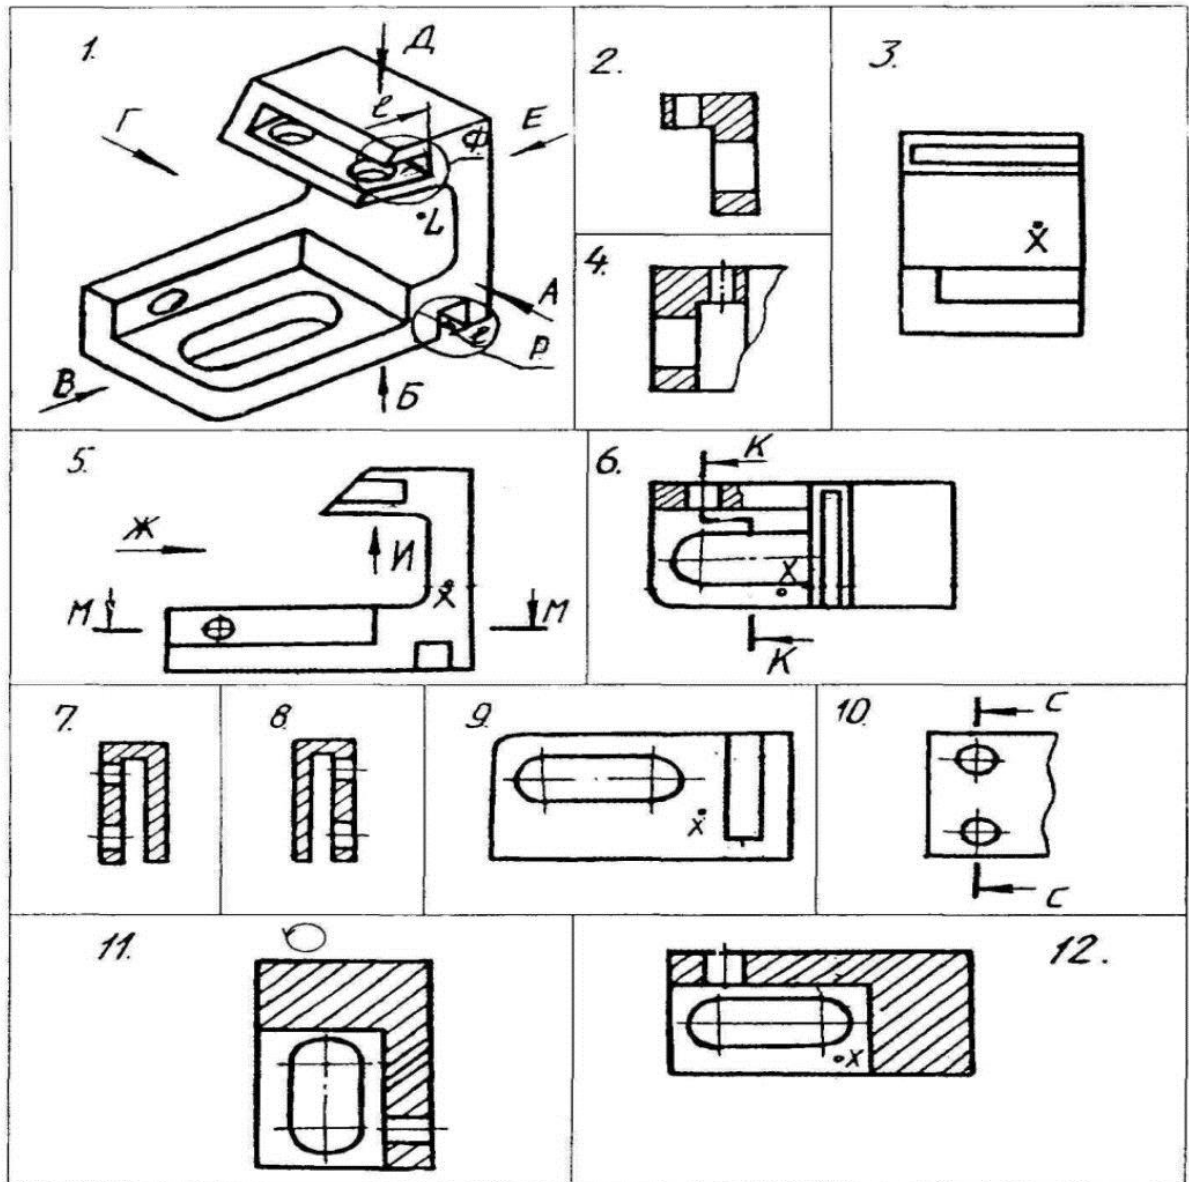

Рисунок 7
**Вопрос 1.** Какое изображение соответствует направлению А (рис.7)?
**Вопрос 2.** Какое изображение соответствует направлению Д (рис.7)?
**Вопрос 3.** Какое изображение соответствует направлению И (рис.7)?
**Вопрос 4.** Какое изображение соответствует положению секущей плоскости М-М (рис.7)?
**Вопрос 5.** Какое изображение соответствует положению секущей плоскости С-С (рис.7)?
**Вопрос 6.** Какое изображение соответствует положению секущей плоскости **К-К** (рис.7)?
**Вопрос 7.** На каком изображении глубина **l** элемента **Р** определена (рис.7)?
**Вопрос 8.** Какое изображение соответствует главному виду (рис.7)?
**Вопрос 9.** Как называется изображение №12 (рис.7)?
**Вопрос 10.** Как называется изображение №3 (рис. 7)?
**Вопрос 11.** Какое основное назначение изображения №5 (рис. 7)?
**Вопрос 12.** Какое основное назначение изображения №10 (рис. 7)?